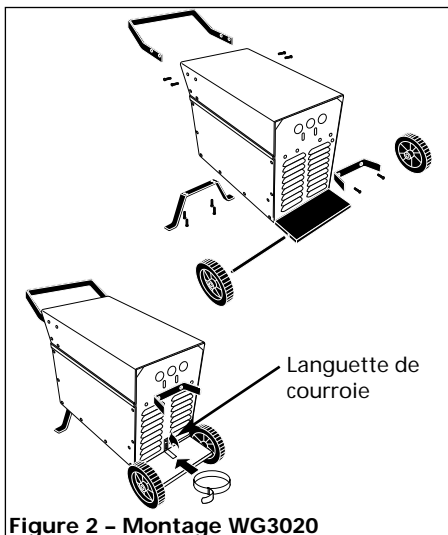

Figure 2 - Montage WG3020
1. Aligner les trous de la poignée à l'intérieur des trous de la porte arrière (tel qu'illustré à la Figure 2).
3. Plier la languette de courroie vers le haut puis fixer à l'aide de la vis (voir Figure 2).
5. Faire glisser les courroies de la bouteille dans les trous pour courroie au-dessus de l'attache pour bouteille et dans la languette de courroie (voir Figure 2).